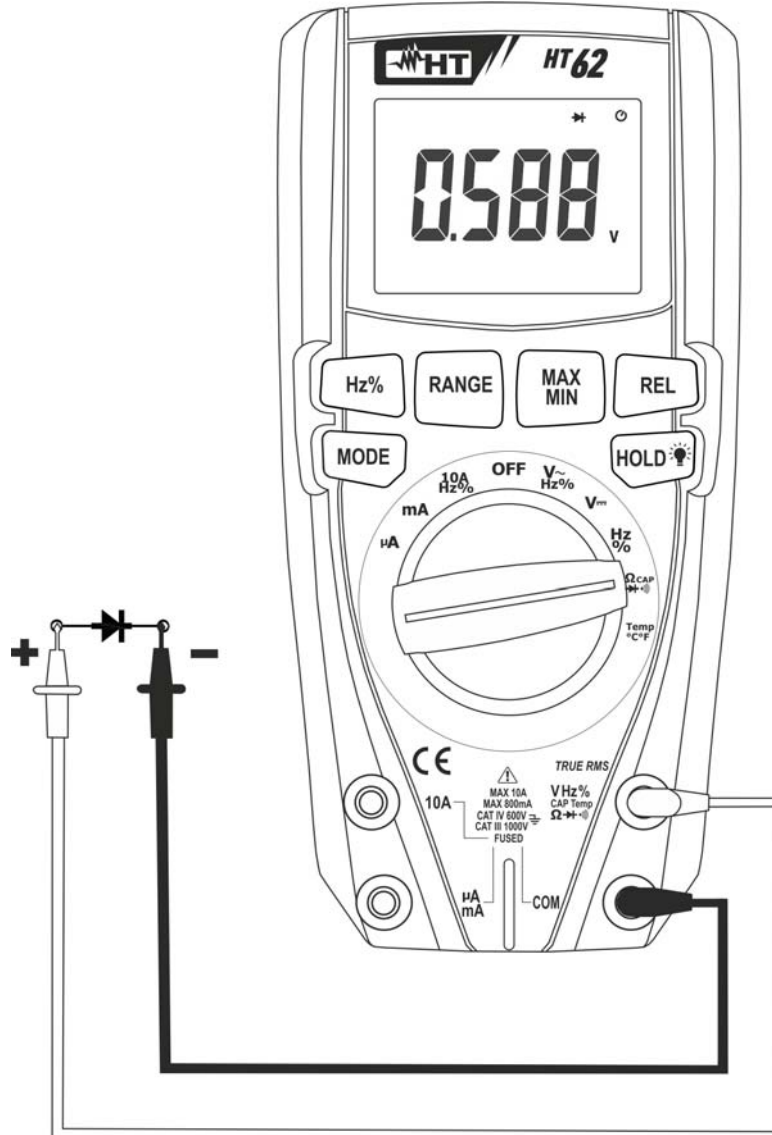

Fig. 6: Uso del instrumento para la Prueba de Diodos
4. Posicione las puntas en los extremos del diodo en examen (vea Fig. 6) respetando las polaridades indicadas. El valor de la tensión de umbral en polarización directa se muestra en pantalla
6. Si el instrumento muestra el mensaje "O.L" los terminales del diodo están invertidos respecto a lo indicado en Fig. 6 o bien la unión P-N del diodo está dañada